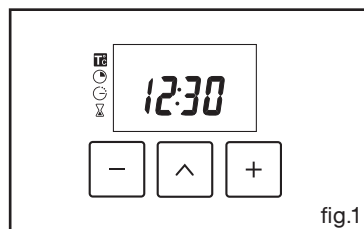

fig.1
Vérifiez que le programmateur affiche l'heure du jour et que celle-ci ne clignote pas. (fig.1).
- b) Dévissez le hublot (fig.1).
Les éventuelles interventions sur votre appareil doivent être effectuées par un professionnel qualifié dépositaire de la marque. Lors de votre appel, mentionnez la référence complète de votre appareil (modèle, type, numéro de série). Ces renseignements figurent sur la plaque signalétique (Fig.1).